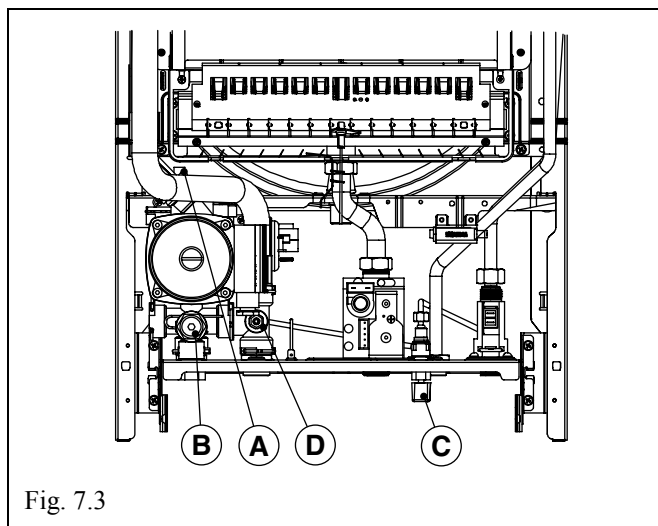

Fig. 7.3
Per i riferimenti ai vari componenti consultare il disegno raffigurato in *FIG. 7.3*.
- allentare la valvola di scarico caldaia (D - *FIG. 7.3*);